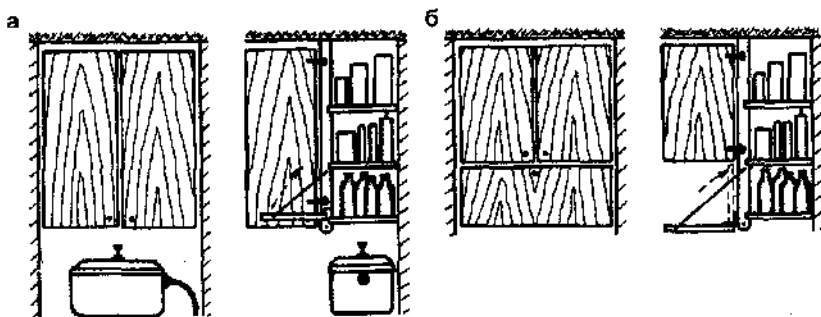

Рис. 195. Полки в туалете снабдите предохранительным щитком (а) или дверку сделайте откидывающейся (б)
**При изготовлении полок в туалете.** При изготовлении полок в туалете нужно учитывать следующее. Когда открывают дверцы, то иногда что-нибудь падает и разбивает крышку сливного бачка или унитаза. Снабдите полки предохранительным щитком, откидывающимся при открытии дверок (рис. 195, а), и вы избавитесь от этой неприятности. Щиток можно сделать из фанеры, древесно-волокнуистой плиты или даже ткани, натянутой на рамку.
Если собираетесь сами делать новые полки, то дверку нижней зоны сделайте не с вертикальной, а с горизонтальной осью поворота (рис. 195, б).